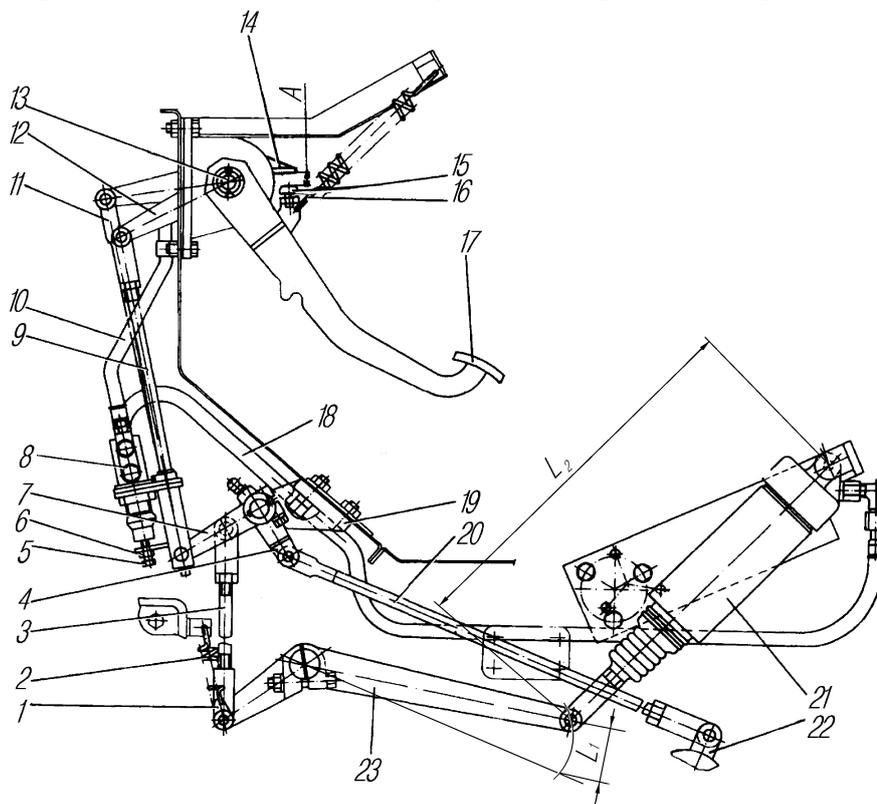
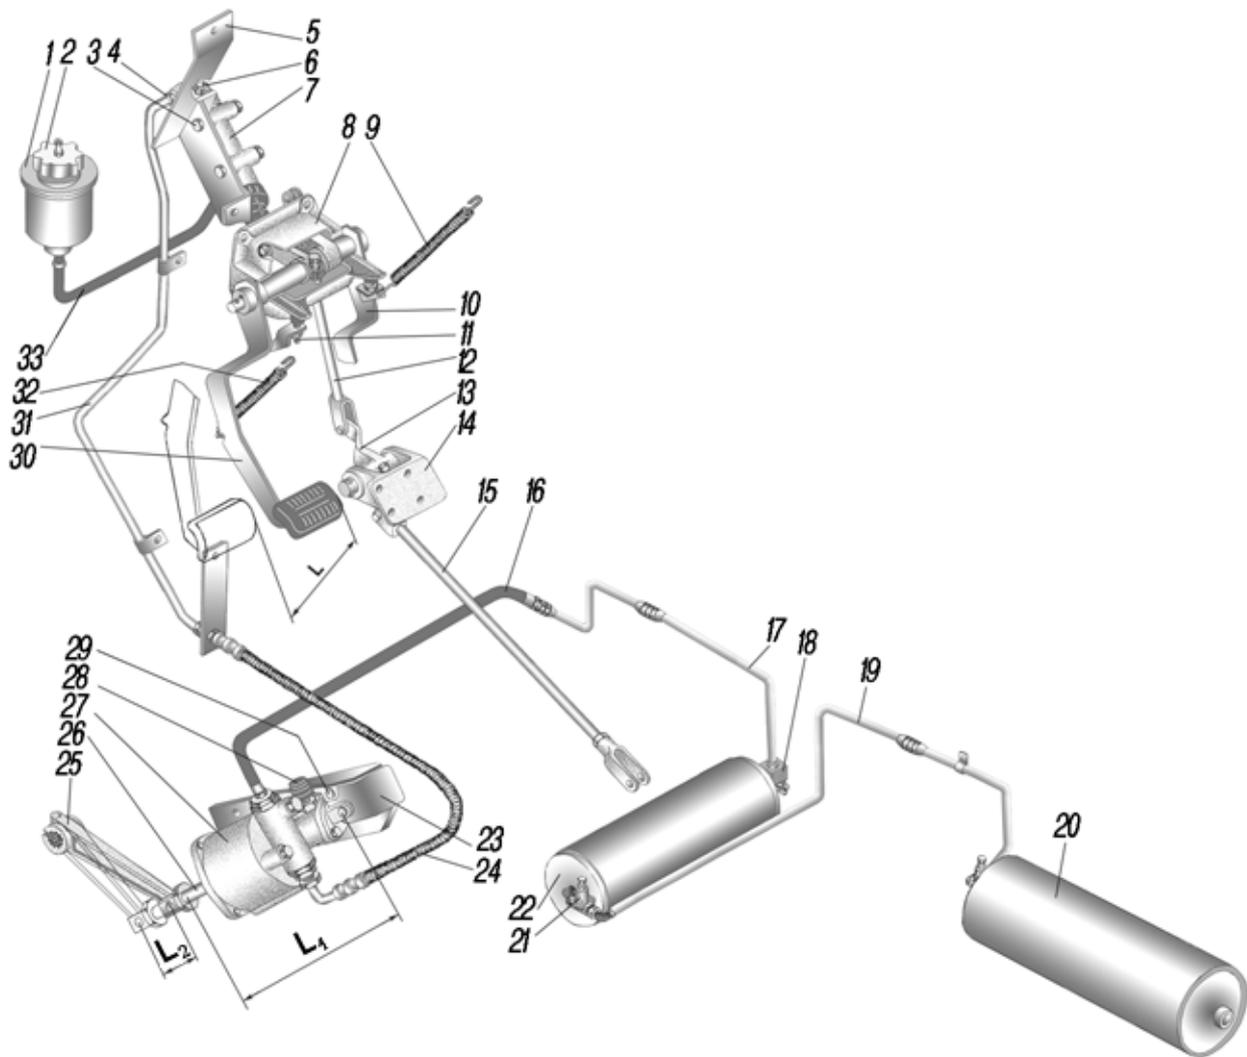
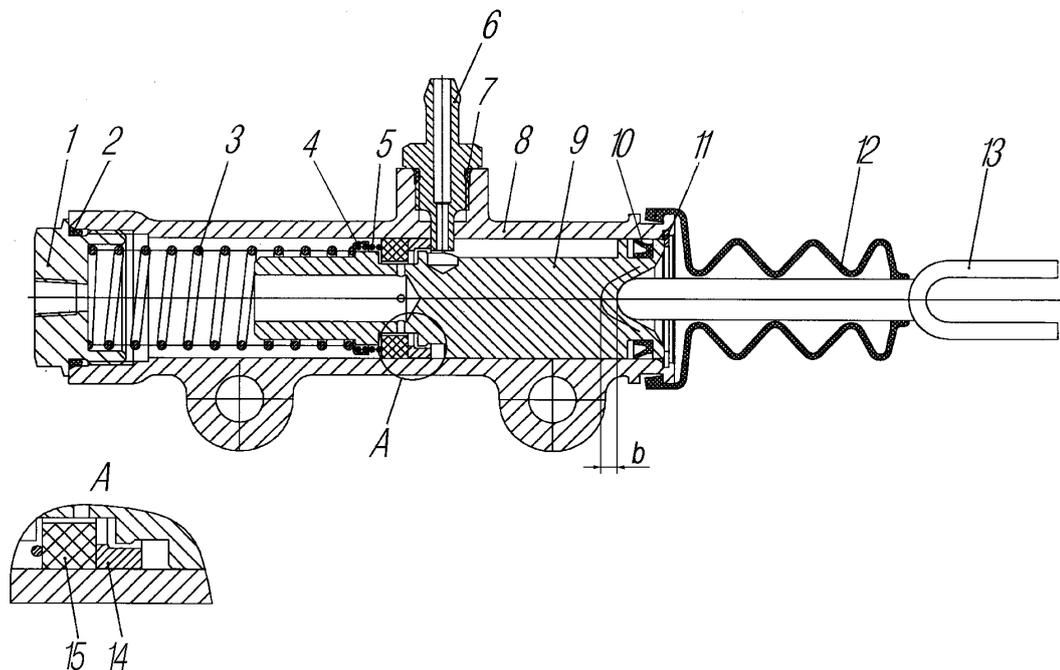

Рис. 129. Привод управления диафрагменным сцеплением с пневматическим усилителем и тормозным краном:
Рис. 130. Привод управления сцеплением:
Рис. 131. Цилиндр главный:
При установке силового агрегата с диафрагменным сцеплением изменяется конструкция привода управления сцеплением на два типа: привод выключения сцепления механический с пневматическим усилителем (рис. 129) и привод выключения сцепления гидравлический с пневмогидравлическим усилителем (ПГУ) (рис. 130).
Пневмоцилиндр 21 (рис. 129) усилителя установлен на картере коробки передач и воздействует на рычаг вала 23 вилки выключения сцепления. Управление цилиндром осуществляется посредством пневматического крана 8, который смонтирован на тяге 9.
Главный цилиндр 7 (рис. 130) установлен в мотоотсеке и крепится на кронштейне к передней панели кабины. На поршень воздействует толкатель 13 (рис. 131), который через рычаг соединен с педальным механизмом 8 (см. рис. 130).
Главный цилиндр сцепления. Конструкция главного цилиндра показана на рис. 131. При необходимости ремонта при сборке кольцо 14 установите как показано на рис. 131. Момент затяжки болтов (М12) крепления главного цилиндра 44-56 Н.м (4,4-5,6 кгс. м).
- ослабьте контргайку упора 11 (см. рис. 130) и заверните его до упора в педаль;
- упором 11 отрегулируйте свободный ход педали, зазор между толкателем 13 (см. рис. 131) и поршнем 9 должен быть $b=0,2-0,6$ мм, что соответствует ходу педали 1-3 мм;
- с износом фрикционных накладок ведомого диска сцепления рычаг 25 (см. рис. 130) поворачивается против часовой стрелки, минимально допустимый размер $L_1=254$ мм, при удовлетворительном состоянии накладок и при достижении минимального размера L_1 переставьте рычаг 25 на один шлиц по часовой стрелке;